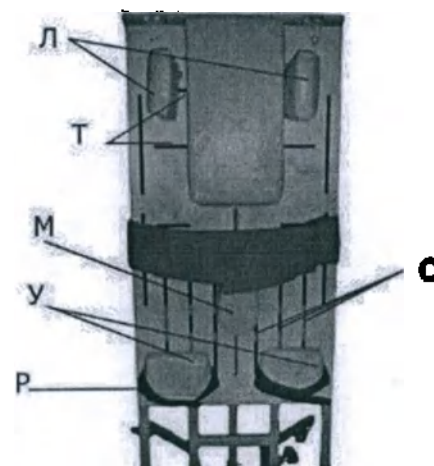

Рис. 41
5) Регулировка абдуктора по высоте (рис. 41)
7) Регулировка положения боковых ограничителей (при наличии) (рис.41)